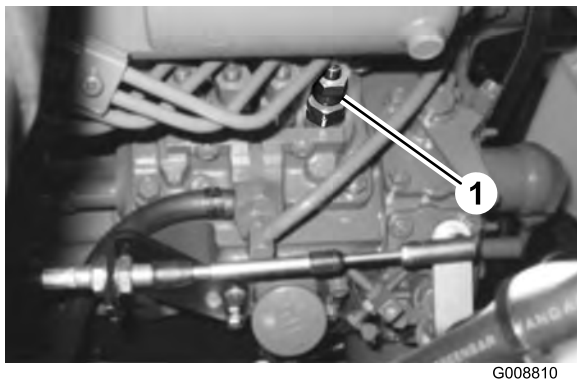

Figura 53
1. Afloje la conexión entre el tubo y el conjunto de inyector de boquilla n.º 1 soporte en la bomba de inyección (Figura 53).